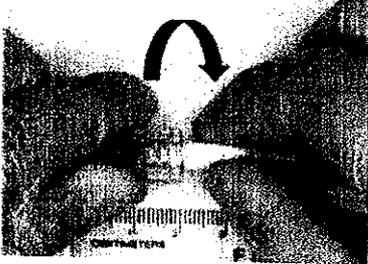

Fig. 27
En caso de que necesite recuperar el dispositivo, y sea dificultoso, desconecte la funda del pusher (PC) del conector "Y" (Fig. 27).